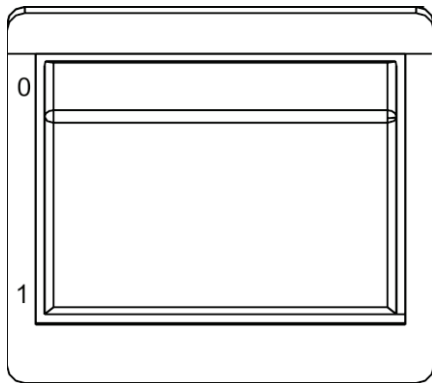

Abb. 24: Netzschalter
1. Netzschalter (Abb. 24) auf Position 1 schalten.